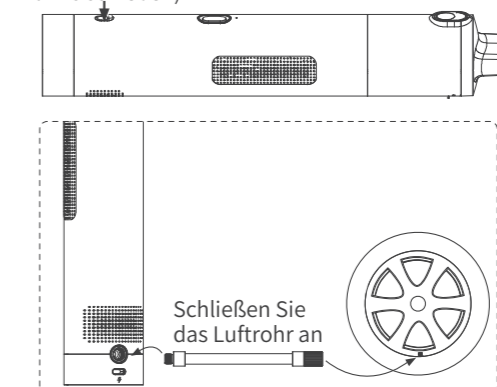

Abbildung 1
- ① Wählen Sie Aufblasen mit Luft oder Staubsaugen (Aufblasen).
- ② Wählen Sie das passende Aufblasszenario: Der Reifendruck kann auf den gewünschten Wert voreingestellt werden.
- ③ Schließen Sie das Luftrohr an (siehe Abbildung 1).
- ④ Drücken Sie zweimal auf , um das Aufblasen mit Luft zu starten.
- ⑤ Wenn der voreingestellte Druck erreicht ist, stoppt der Aufblasvorgang.